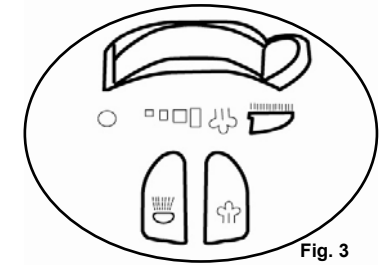

Fig. 3
3. Tournez le contrôle de vapeur à gauche à la position de jet de vapeur. (Fig. 3)
5. Glissez le contrôle de vapeur vers le bas afin d'augmenter la quantité de vapeur. (Fig. 3) Le fer utilise plus d'eau lorsque vous utilisez plus de vapeur. Il pourra être nécessaire de remplir le réservoir plus souvent. Reportez-vous à la page 4 pour le remplissage du fer.